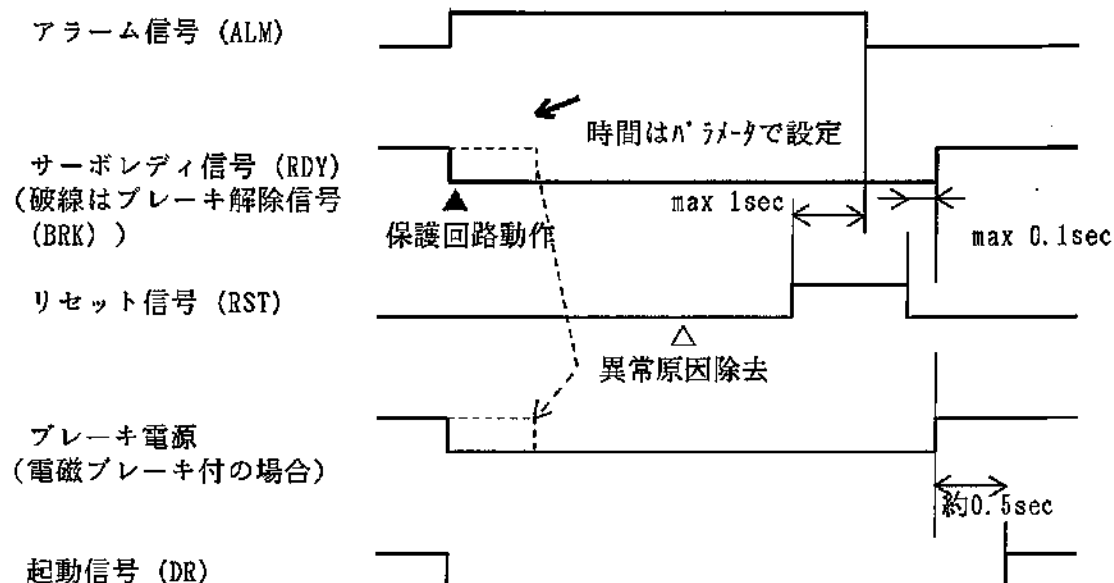
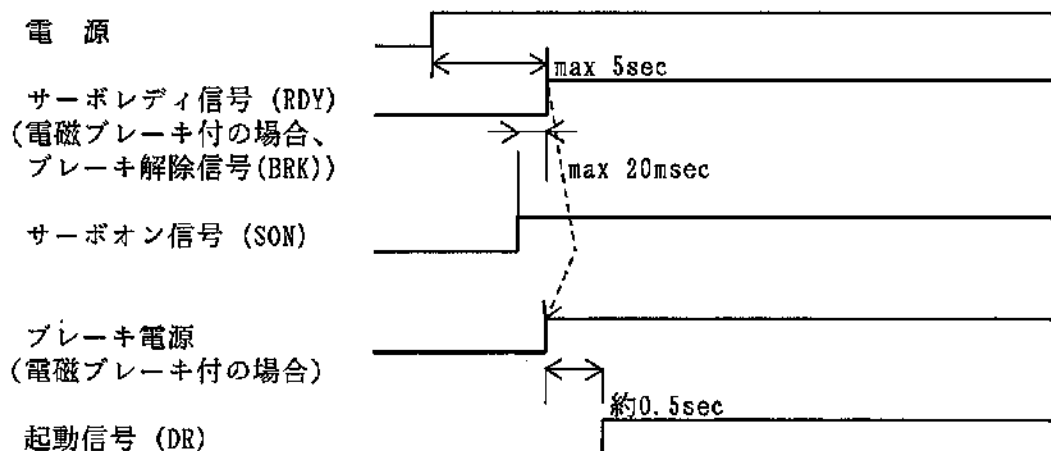

図4-8 異常発生時タイミングチャート
図4-7 電源投入時タイミングチャート
- (1) 主電源回路はコンデンサインプット形ですので、高頻度で電源の入切を行うと主電源回路素子の劣化を招きます。
- (2) 図4-7、図4-8 に電源投入時および異常発生時のタイミングチャートを示します。